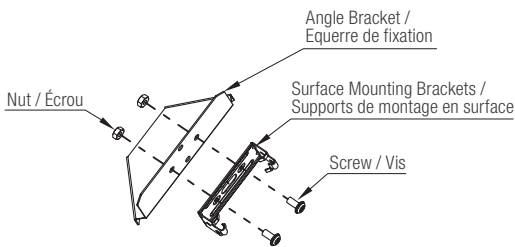

Figure 8
1. Use screws and nuts to secure the angle bracket to the surface mounting brackets as shown in Figure 8. The recommended angle bracket distance center to center is 31.68".
1. Utilisez des vis et des écrous pour fixer l'équerre aux supports de montage en surface, comme indiqué dans la Figure 8. La distance recommandée entre les supports d'angle d'un centre à l'autre est de 31.68".